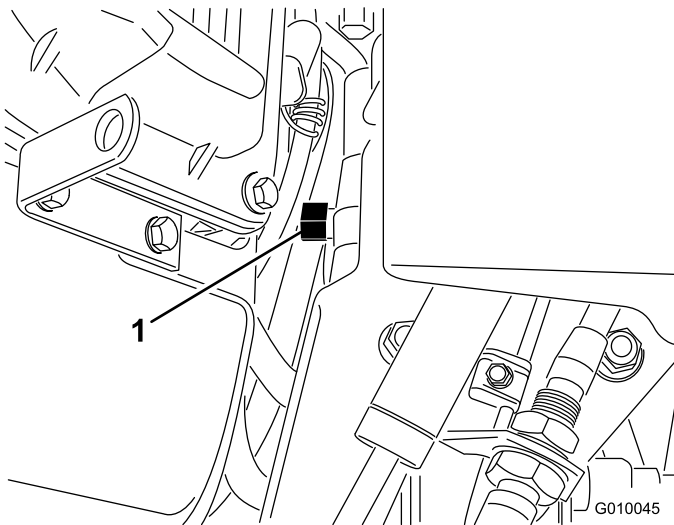

Bild 31
2. Finden Sie das Sicherheitsventil zwischen der Motor- und hydrostatischen Pumpe (Bild 31).
3. Drehen Sie das Sicherheitsventil mit einem 5/8-Zoll-Schlüssel eine Umdrehung nach rechts, um zu schieben bzw. zu ziehen. So kann Hydrauliköl an der Pumpe vorbei direkt zu den Rädern fließen, die sich daraufhin drehen können (Bild 31).
5. Drehen Sie das Sicherheitsventil um eine Umdrehung nach rechts (Bild 31), wenn Sie den Aerifizierer erneut verwenden möchten.